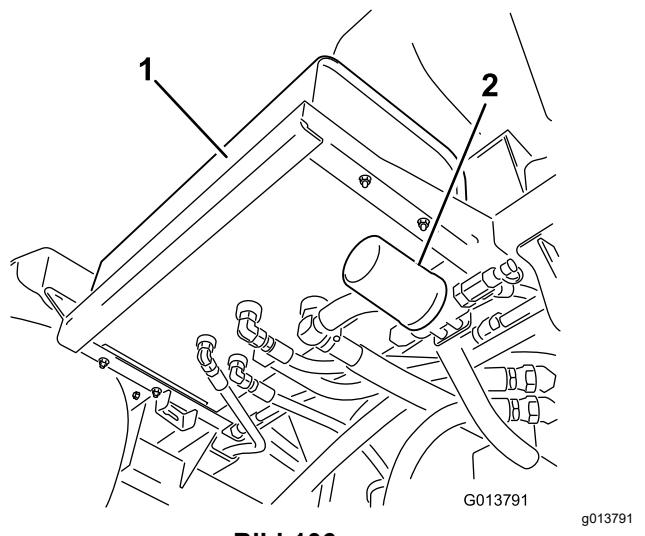
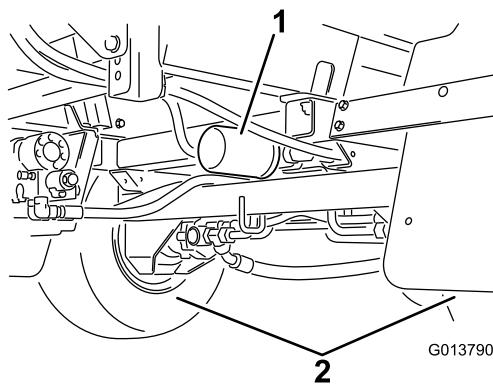

Bild 106
Bild 107
2. Ermitteln Sie die zwei Hydraulikfilter an der Maschine (Bild 106 und Bild 107).